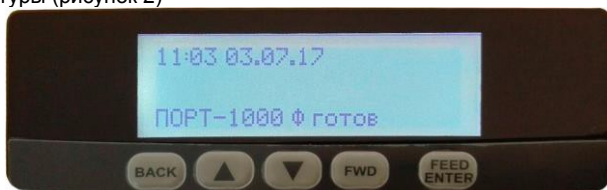
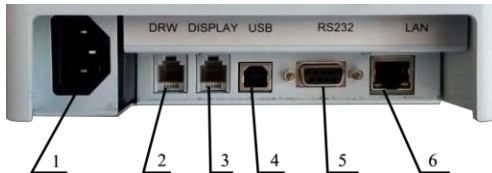

Рисунок 2 – Клавиатура и дисплей ККТ
Рисунок 4 – Разъёмы для подключения питания и внешних устройств
4.4. Управление некоторыми функциями ККТ осуществляется с помощью клавиатуры (рисунок 2)
4.5. Отображение вводимых и обрабатываемых данных, результатов вычислений и состояния ККТ осуществляется на дисплее (рисунок 2) На дисплеях ККТ отображается (рисунок 4) следующая информация: